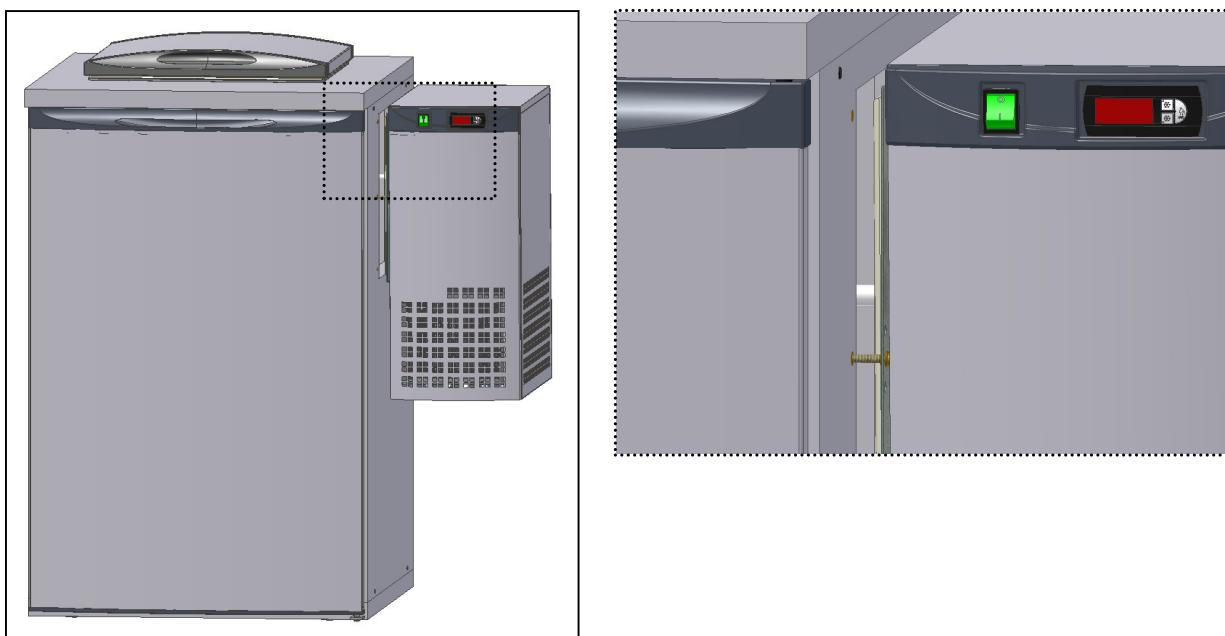

Fig. 13
- Colocal el **V6** en la abertura del panel lateral derecho, encajar los pernos en las perforaciones (Fig. 13);